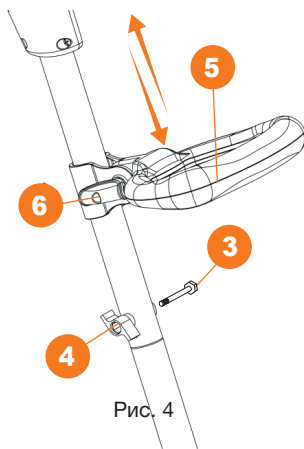

Рис. 4
- Вставьте винт **3** в отверстие и закрепите его с помощью специальной гайки **4**, как показано на (Рис. 4).
- Ослабьте гайку крепления вспомогательной рукоятки **5**. Измените ее положение на оптимально удобную для вас и закрепите ее, затянув гайку **6** (Рис. 4).